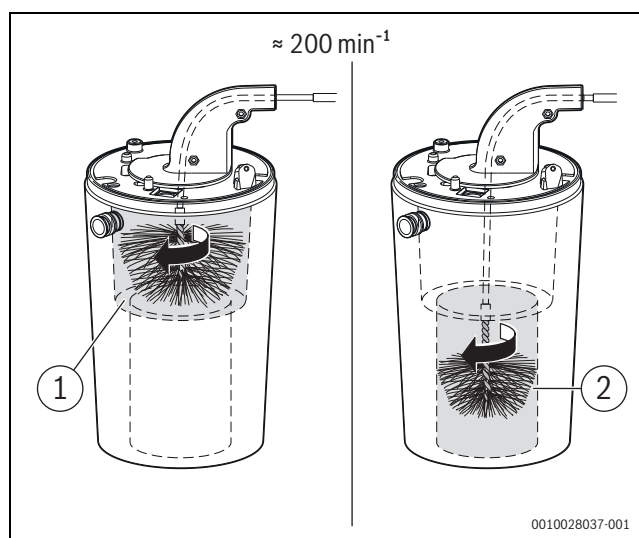

Bild 69 Wärmeblock reinigen (ca. 200 min^{-1} , nur Rechtslauf)
- Mit kleiner Bürste für den unteren Bereich wiederholen (→ Bild 69, [2]).